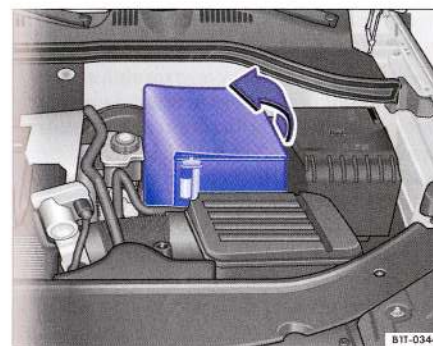

Fig. 22 În compartimentul motorului: Imagine de referință pentru deschiderea manșetei bateriei autovehiculului.
- Rabatați capacul manșetei ⇒ fig. 22 în direcția indicată de săgeată, la o parte.